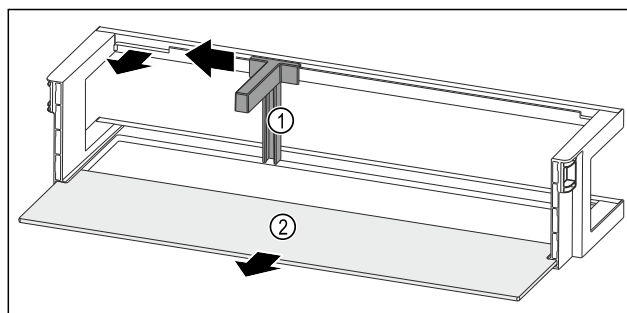

Fig. 242 Raft montat pe ușă cu suport pentru sticle și raft
- ▶ Împingeți în lateral suportul pentru sticle Fig. 242 (1) până la degajare.
- ▶ Extrageți suportul pentru sticle Fig. 242 (1).
- ▶ Extrageți raftul Fig. 242 (2).